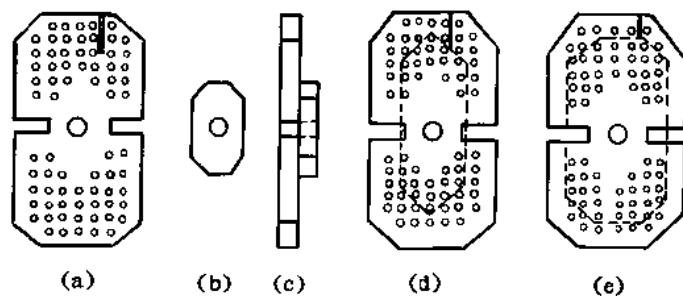

图 1-10 小型活络式绕线模
(2) 小型活络式线模 绕小型电机绕组元件常采用小型活络式线模。这种线模更换模芯方便,所以这种小型活络式线模使用比较广泛。其结构形态如图 1-10 所示。